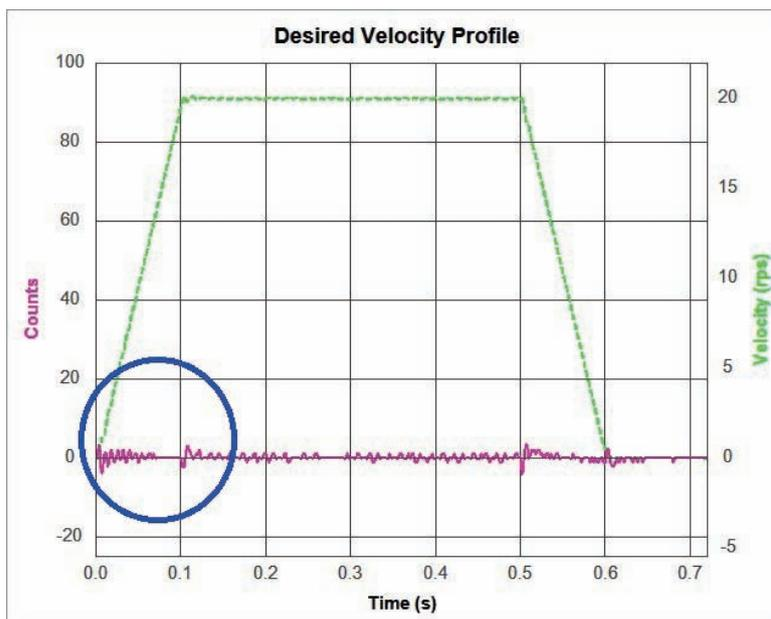

图11-16 阻尼增益 (KV) 偏大 32000
当阻尼增益 (KV) 偏大时, 系统阻尼效果过强, 在加减速过程中容易引起系统振动和噪声。如下图11-16黄色标记所示: